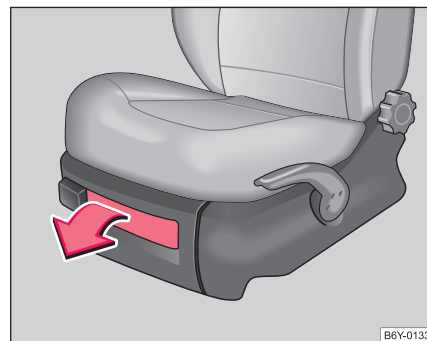

Fig. 74 Scaunul din față:
- Pentru a deschide compartimentul, trageți de mânerul acestuia ⇒ Fig. 74.